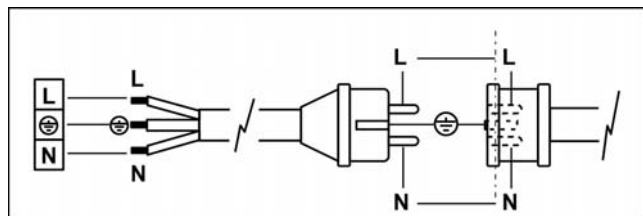

Fig. 2
Le branchement au conduit d'alimentation du gaz doit avoir des dimensions adéquates et correspondantes au type d'installation à effectuer et il doit être exécuté en réalisant la "rampe de gaz" comme illustré sur la Fig. 2: tuyau de gaz (1), vanne d'arrêt (2) et joint anti vibrations (3) ne sont pas fournis avec le générateur et doivent être posés par l'installateur qui les reliera au groupe soupapes gaz (4) fourni avec le générateur d'air chaud.